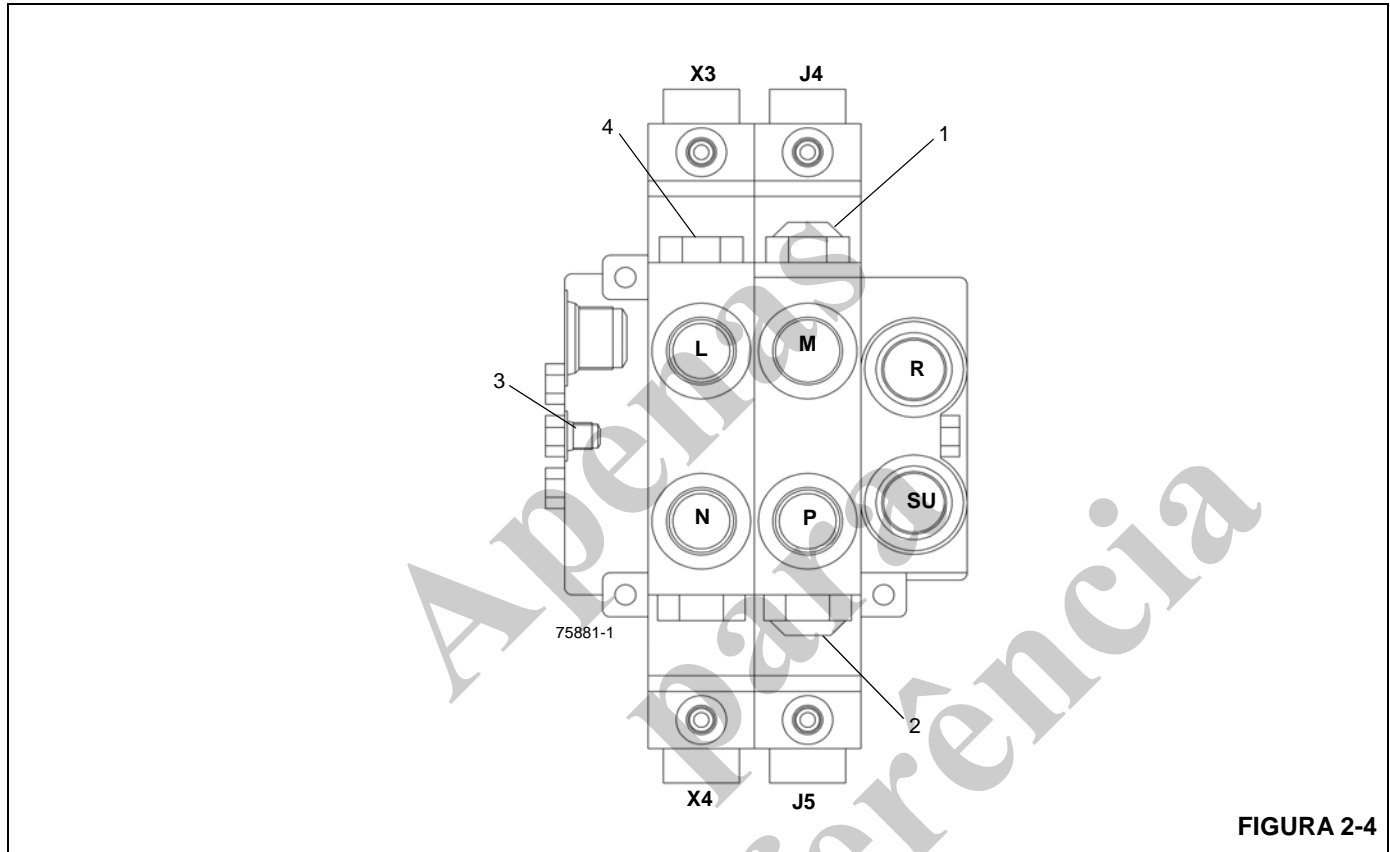

FIGURA 2-4
5. Substitua as válvulas de alívio de giro na válvula de controle de giro (consulte a Figura 2-4) se a pressão medida não estiver dentro da especificação.